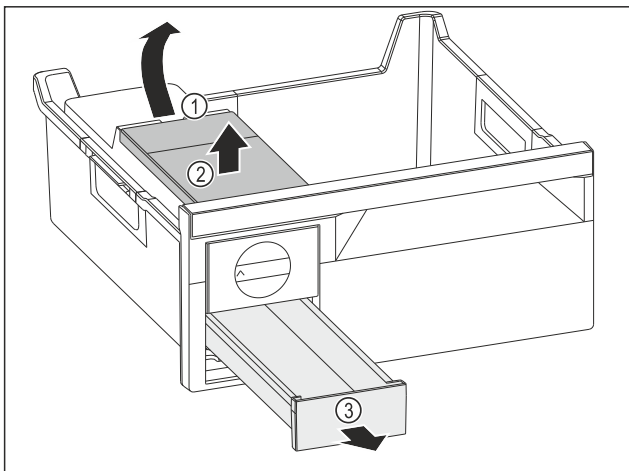

Fig. 171
- ▶ Wassertank entnehmen: Wassertank an der Aussparung Fig. 171 (1) anheben.
- ▶ Wassertank Fig. 171 (2) nach oben entnehmen.
- ▶ Eiswürfelschubfach Fig. 171 (3) nach vorne entnehmen.